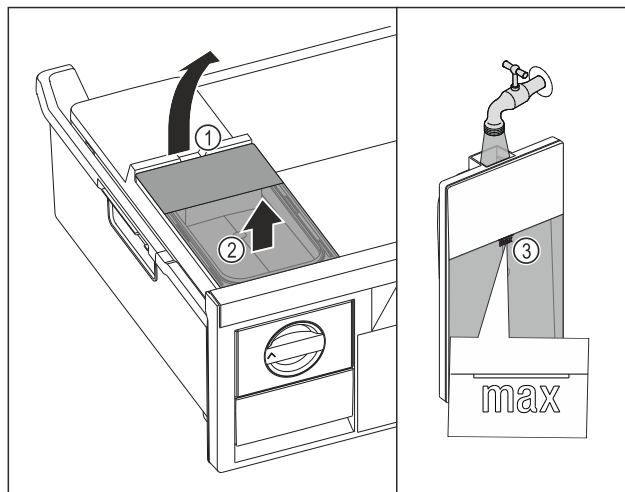

Fig. 91
► Lyft vattenbehållaren i fördjupningen Fig. 91 (1).
► Ta ut vattenbehållaren uppåt. Fig. 91 (2)
► Fyll vattenbehållaren med dricksvatten upp till markeringen Fig. 91 (3).